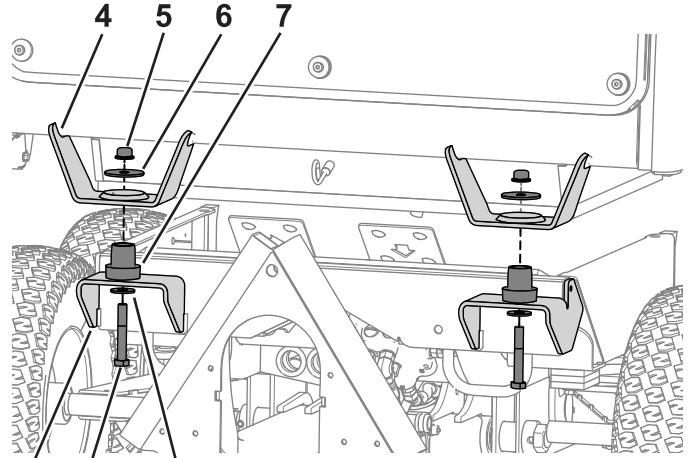

Bild 65
3. Setzen Sie einen Gummi-Isolator in jede Befestigungsstelle ein (Bild 65).
4. Befestigen Sie die Kabine mit der Schraube ($\frac{1}{2}$ " x $3\frac{1}{4}$ "), einer großen Schraube und Bundmutter an der Maschine (Bild 65).
2. Senken Sie die Kabine auf die Maschine ab und fluchten die zwei Schraubenlöchern an den vorderen Befestigungen aus (Bild 65).